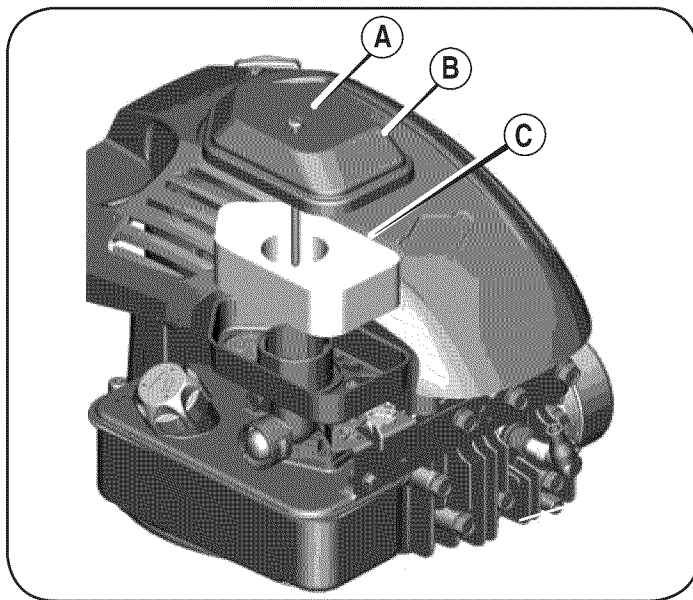

Figura 14
1. Remueva el tornillo (A) de la parte superior del conjunto del filtro de aire (B). Vea Figura 14.